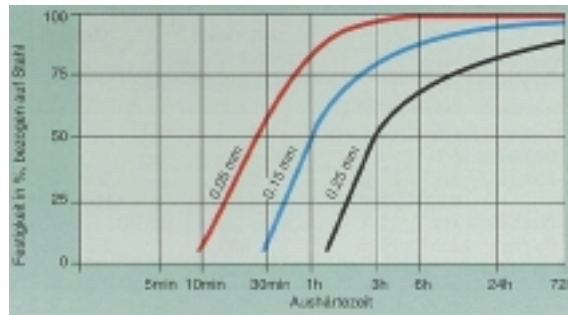

Abb. 4: Aushärtegeschwindigkeit in Abhängigkeit vom Spalt.
- den zu überbrückenden Spalt zwischen den Werkstücken (Abb. 4)